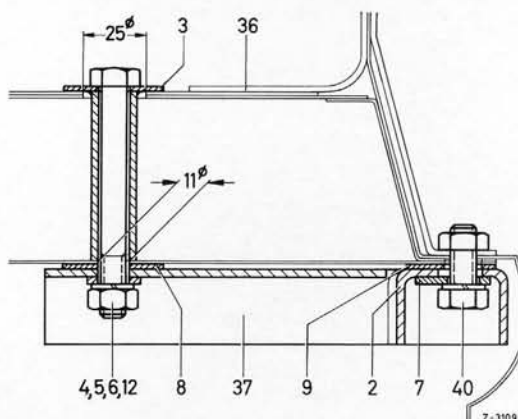

Bild 31-2/3
10. Heckmittelstück (39) in der Mitte entsprechend dem Rohrdurchmesser der Anhängervorrichtung ausschneiden (Bild 31-2/2). Entfällt bei den Typen 250 S bis 300 SEL/8 6.3.
11. Von Mitte Rahmenquerträger (35) ausgehend im Abstand von 100 mm nach links und rechts und 5 mm nach vorn aus der Mitte versetzt, die beiden Löcher für die Befestigungsschiene (15) anreißen und mit einem Bohrer von 11 mm ϕ durch den Rahmenquerträger bohren. Dann die Löcher im Rahmenquerträger oben auf 23 mm ϕ vergrößern (Bild 31-2/4).
12. Befestigungsschiene (15) einsetzen und Anhängervorrichtung (1) mit den Sechskantschrauben (16), Federringen (17), Scheiben (6) und Sechskantmutter (12) an der Befestigungsschiene (15), beim Typ 300 SEL/8 6.3 zuvor Distanzstücke (17a) zwischen Quer-